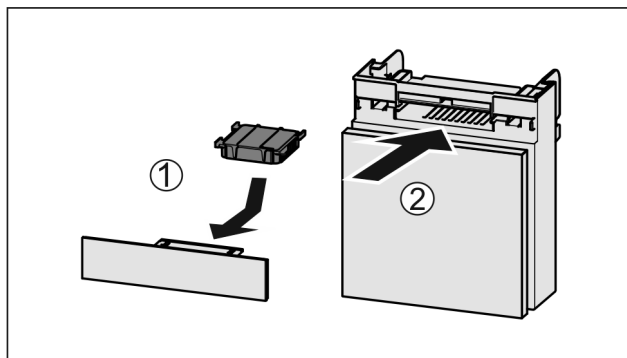

Fig. 119
- Поставете Fig. 119 (1) филтъра с активен въглен, както е показано на фигурата.
- Вкарайте Fig. 119 (2) отделението.